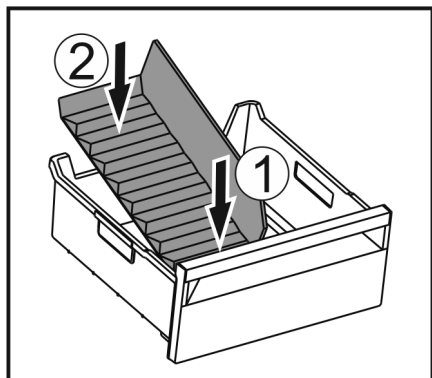

Fig. 209
- Introduceți partea frontală a separatorului pentru compartimentul de gheață. Fig. 209 (1)
- Coborâți partea posterioară a separatorului pentru compartimentul de gheață până la baza sertarului. Fig. 209 (2)